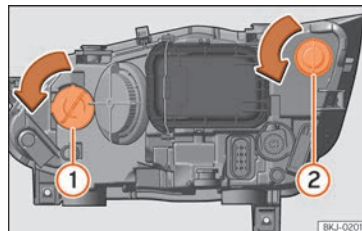

Abb. 55 Im Motorraum: Glühlampe Blinker ① und Glühlampe DRL-Licht (Tagfahrlicht) ②.
- Drehen Sie den Lampenträger »» **Abb. 55** ① oder ② nach links und ziehen Sie.